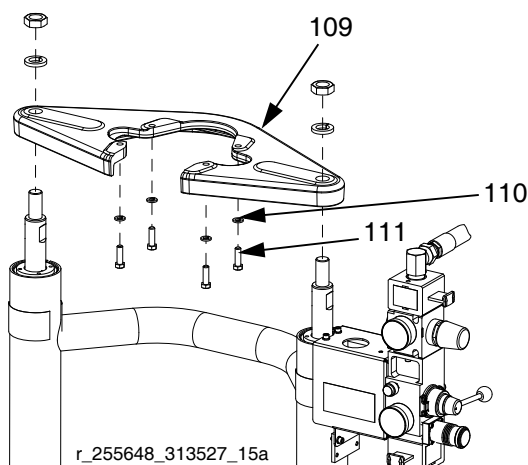

FIG. 27: NXT en D60 con ariete
- b. *Para el NXT con plato más pequeño:* Si se retiró el motor, apriete los tornillos de fijación (111) y arandelas (110) en la ménsula de montaje (109). Vea la FIG. 27 en la página 27.
1. Con un dispositivo para levantar seguro, una el motor al plato de montaje (109) con los tornillos (111) y arandelas (110). Vea la FIG. 27 en la página 27.